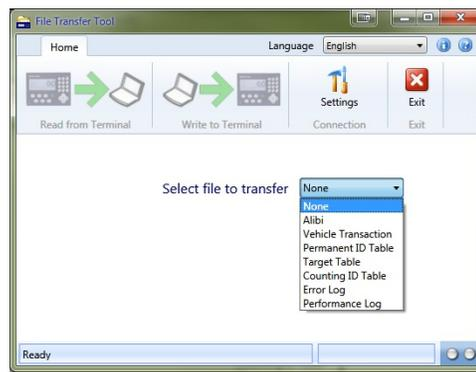

Abbildung 3-7: Dialog „Dateiauswahl“
1. Wählen Sie auf der Registerkarte „Home“ des IND246 File Transfer Tool den Dialog „Dateiauswahl“, um die zum Terminal zu übertragende Datei auszuwählen (siehe Abbildung 3-7).